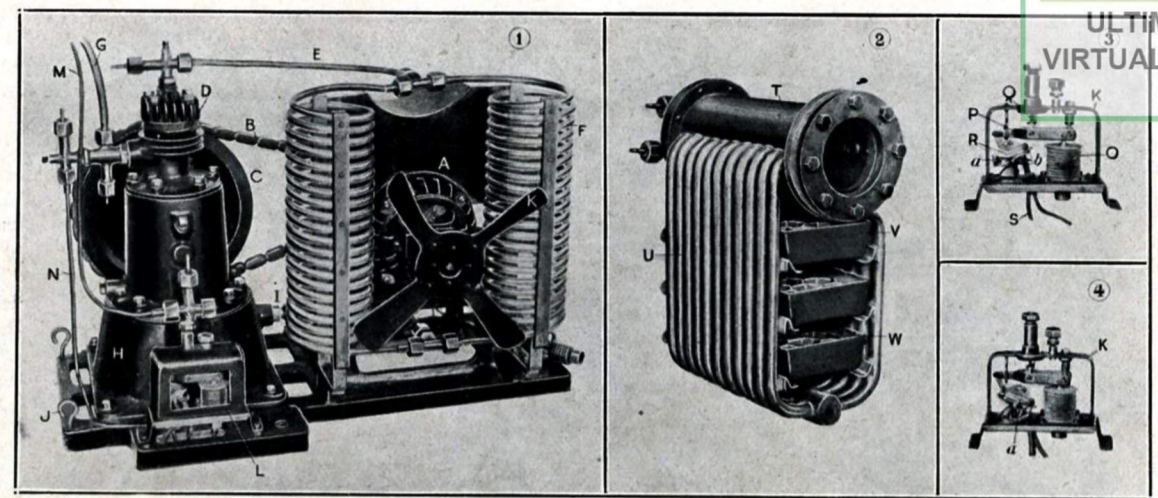

Fig. 2. — Détails d'une machine à froid à compression.
- 1° L'acide sulfureux (SO_2) ou anhydride sulfureux, qui bout aux environs de -12° c. (voir fig. 2 et 3) ;
1. Ensemble du groupe de compression. — 2. L'évaporateur et les tiroirs à glace (petits blocs hexagonaux) qui sont logés dans les serpentins (vue d'arrière). — 3 et 4. Le régulateur en position de marche et d'arrêt (mêmes lettres que fig. 2). — (Typ: S. E. V.)